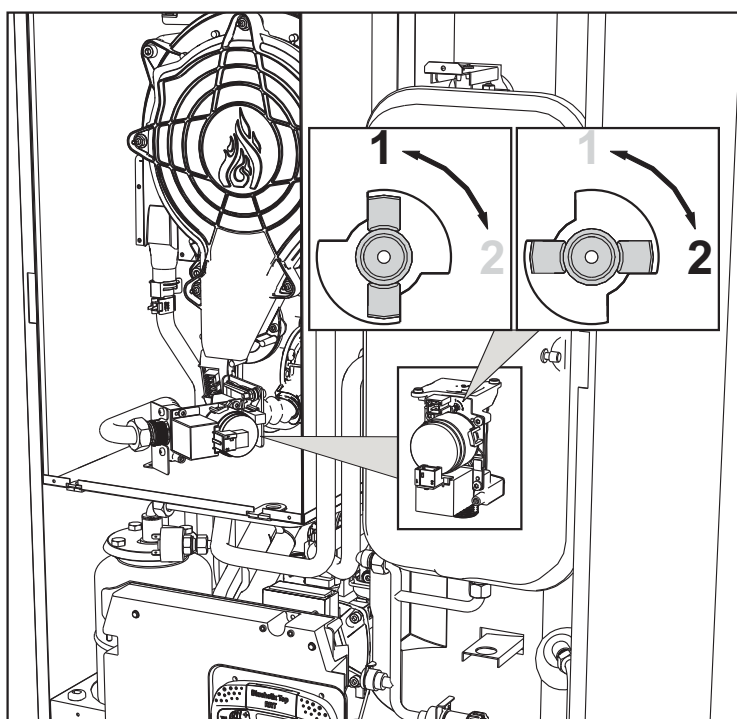

fig. 32
3. Draai de klep (Throttle) (fig. 32) volgens de stand aangegeven in tabel 8.